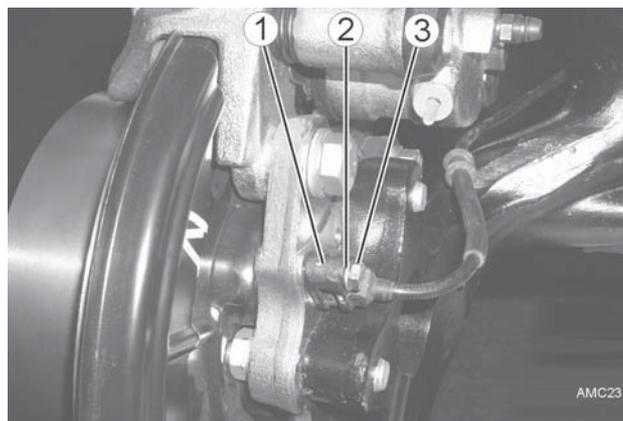

Bild 29
9. Sechskantschraube (Bild 29 - 3) mit Scheibe (Bild 29 - 2) heraus-schrauben und Drehzahlfühler (Bild 29 - 1) abnehmen, sofern vorhanden.